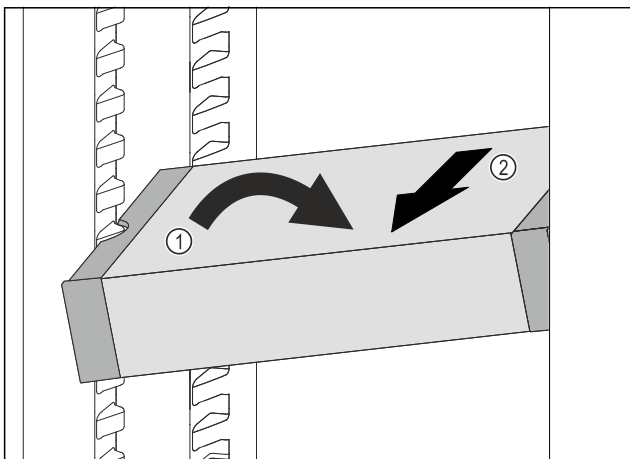

Fig. 109
- ▶ Наклонете VarioSafe в хладилната част. Fig. 109 (1)
- ▶ Извадете VarioSafe напред. Fig. 109 (2)